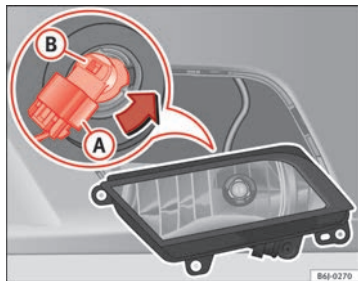

Fig. 173 Faro fendinebbia
- Estrarre il connettore ⇒ fig. 173 (A) della lampada.
- Ruotare il portalamпада ⇒ fig. 173 (B) verso sinistra e tirare.